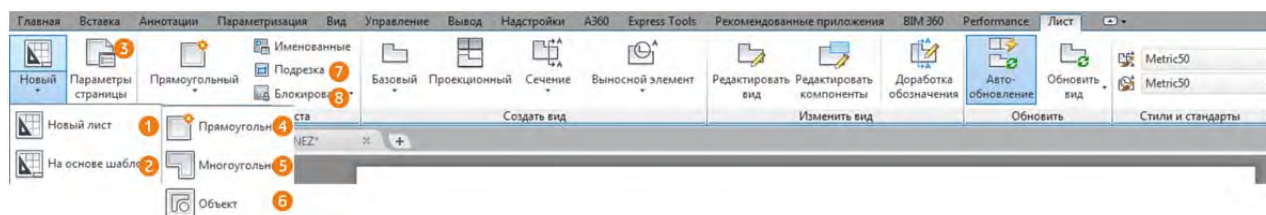

Рисунок 14.8 Контекстная вкладка «Лист»
Управление листами осуществляется с помощью контекстной вкладки «Лист» (Рисунок 14.8), которая активизируется при переходе на лист. Многие команды контекстной вкладки «Лист» дублируются в контекстном меню, вызванном на одном из листов. Панели «Создать вид», «Изменить вид», «Обновить» и «Стили и стандарты» содержат команды по взаимодействию с чертежами программы Inventor и в данной теме не рассматриваются.
Для создания листа без шаблона используется команда «Новый» (Рисунок 14.8 пункт 1) после выбора команды в командной строке нужно ввести имя листа и нажать **ENTER**. Эту команду можно вызвать из меню «Вставка» > «Лист» > «Новый» или используя контекстное меню.
Второй способ позволяет создать лист на основе уже существующего листа в другом чертеже, в котором уже могут находиться объекты, например, рамка и штамп. Для создания листа на основе шаблона используется команда «На основе шаблона» (Рисунок 14.8 пункт 2). После вызова команды откроется диалоговое окно выбора шаблона, если в выбранном файле шаблона больше одного листа, то следующим шагом будет выбор листа, после выбора листа из файла шаблона будет создан новый лист в текущем чертеже, полностью соответствующий листу шаблону. Эту команду можно вызвать из меню «Вставка» > «Лист» > «Новый по шаблону» или используя контекстное меню.
Если не создан набор параметров листов, то можно вызвать «Диспетчер параметров листов» (Рисунок 14.8 пункт 3).
- вкладка «Лист» ► панель «Видовые экраны» ► «Прямоугольный»  (Рисунок 14.8 пункт 4).
- вкладка «Лист» > панель «Видовые экраны» > «Прямоугольный»  (Рисунок 14.8 пункт 5).
- вкладка «Лист» > панель «Видовые экраны» > «Объект»  (Рисунок 14.8 пункт 5).
Для того чтобы зафиксировать установленный масштаб используется блокировка видового экрана. Для блокировки видового экрана его нужно выбрать на контекстной вкладке «Лист» > панель «Видовые экраны» > Блокировать (Рисунок 14.8 пункт 8) или в статусной строке слева от указания масштаба выбрать пиктограмму замка . После блокировки видового экрана перейти в режим «Модель» и изменить его масштаб будет невозможно.
Видовой экран можно подрезать, используя команду «Подрезать» (Рисунок 14.8 пункт 8) на контекстной вкладке «Лист» > панель «Видовые экраны».